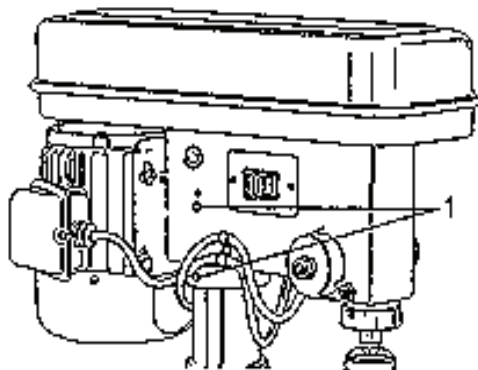

Abb. 9
2. Die Säule passt in das Montageloch der Bohrmaschine. Vergewissern Sie sich, dass das Montageloch ordnungsgemäß auf der Säule sitzt. Fluchten Sie den Bohrmaschinenkopf mit dem Tisch und der Bodenplatte aus und ziehen Sie die zwei Stellschrauben unter Verwendung eines Sechskantschlüssels an. (Abb. 9)